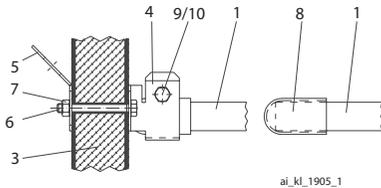
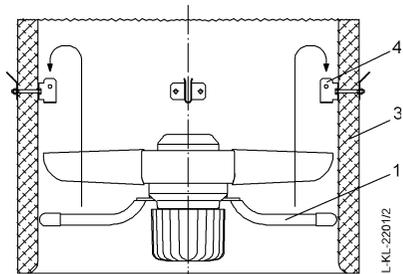

Figura 2
Figura 3
Apertar os parafusos (6) dos ângulos de fixação (4) e dos aros de fixação (5) **figura 2** ao ponto de evitar que os ângulos e aros de fixação penetrem (3) na parede da chaminé.
Para bloquear os parafusos são utilizadas porcas autobloqueantes (7). As tampas de proteção (8) fornecidas junto com o equipamento devem ser deslocadas até as extremidades dos braços de suporte do ventilador(1), **figura 2**.
De acordo com a **figura 3**, introduzir o ventilador (1) na chaminé e centralizá-lo nos ângulos de fixação (4). Adicionalmente, o suporte deve ser fixado de acordo com a **figura 2** com uma união rosqueada (9/10).